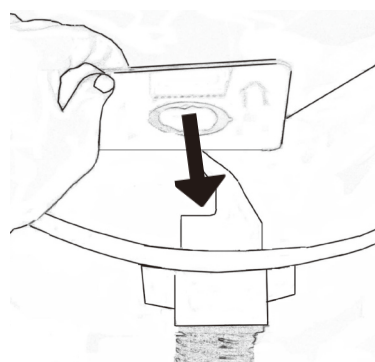

Fig. 23
1. Sæt støvsugerposens papkort fast med hullet over poseholderen, Fig. 23.